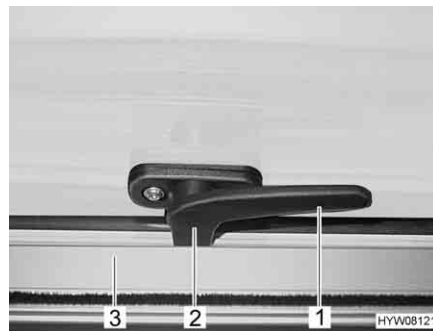

Fig. 99 Alavanca de trava na posição "Fechada"
- Gire a alavanca de trava (Fig. 99,1) um quarto de volta na direção do meio da janela.
- Gire a alavanca de trava (Fig. 99,1) um quarto de volta na direção da moldura da janela. A ponta de trava (Fig. 99,2) fica posicionada na parte interior do dispositivo de bloqueio da janela (Fig. 99,3).